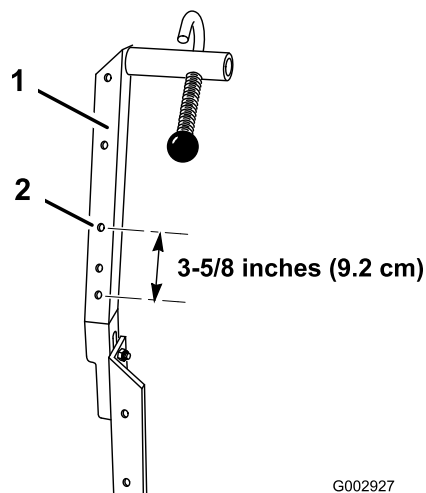

Figure 8
- Pour les machines jusqu'au numéro de série 259999999 équipées d'une rampe standard, percez un trou (0,9 cm de diamètre) dans le support de rampe droit, à 9,2 cm au-dessus du centre du trou le plus bas (Figure 8).